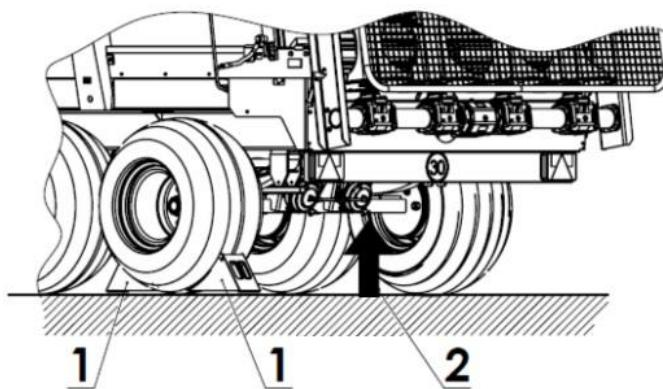

Рисунок 33-й Точки установки домкратов:
Если необходимо демонтировать колесо, используйте точки установки домкрата (2) под осью. Место установки домкрата показано на рис. 33. Упоры (1) следует подкладывать только под одно колесо.